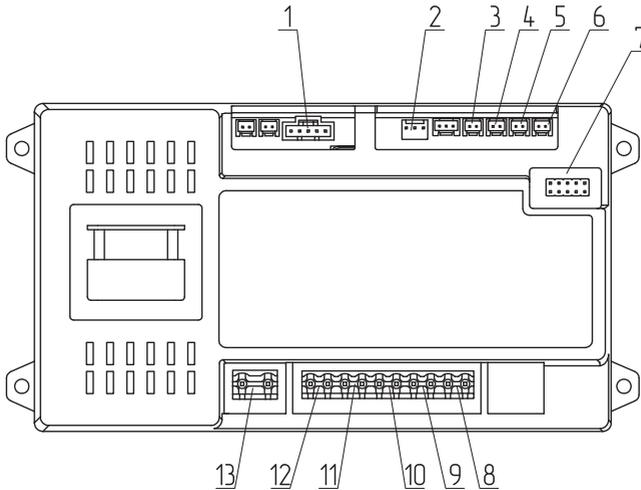

Рис.6 Подключение панели управления
- Схема подключения панели управления показана на **Рис.6**.